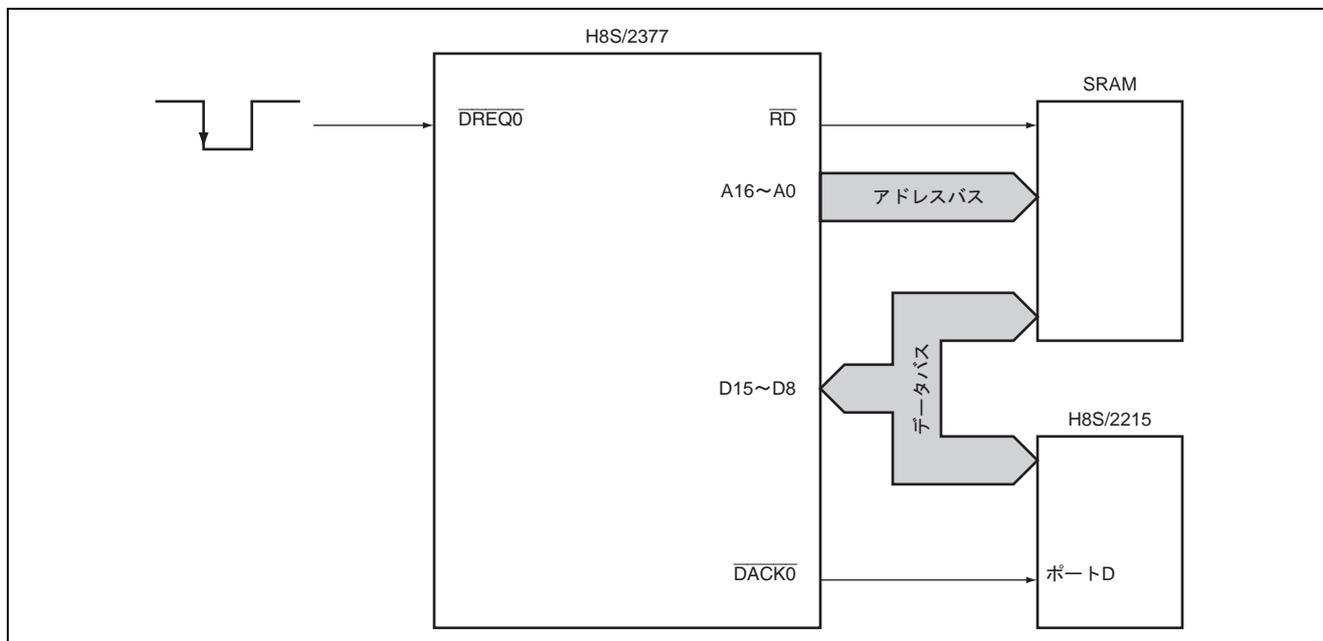

図 1 シングルアドレスモードのデータバス
- (1) 図 1 に示すように、DMAC のシングルアドレスモードを使用し、転送元または転送先のいずれか一方がアドレスによって指定される外部空間と、アドレスにかかわらず、 $\overline{\text{DACK0}}$ ストローブにより選択動作する外部デバイスとの転送を行ないます。
- (2) DMAC は、外部信号の立ち下がりエッジ検出により起動します。